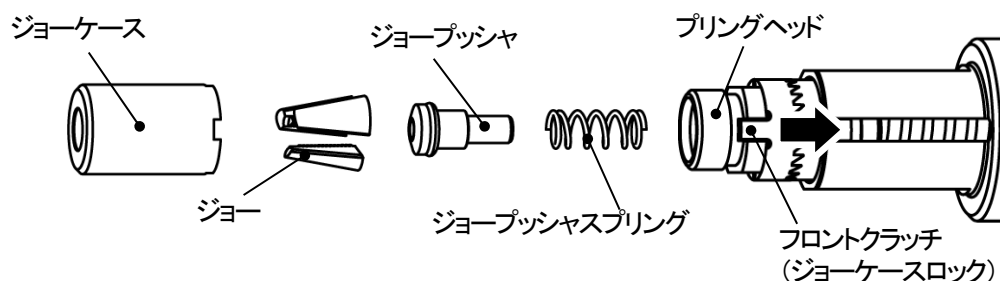

図 7-2
- ③フロントクラッチ(ジョーケースロック)を指で押し込み、凹凸を外し、ジョーケースを左に回してプリングヘッドから取り外します。この時、外れてくる部品を(図 7-2)に示します。